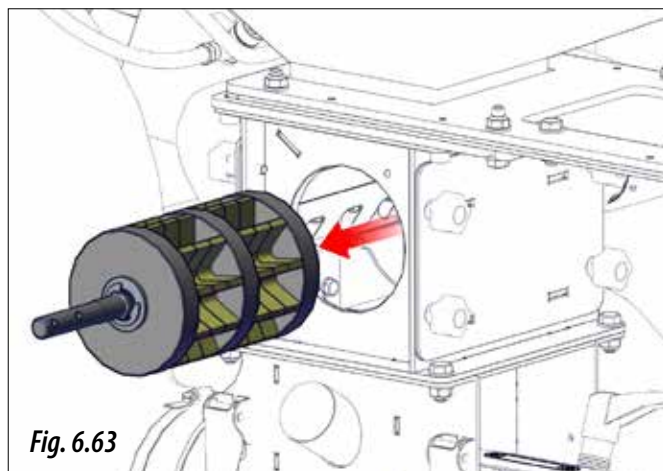

Fig. 6.63
- 6- Enlever le rouleau pour observer le type et le nombre de secteurs installés (figure 6.63, pour enlever le rouleau, se reporter à la section « 6.3.2 DOSEUR À ROULEAU »).